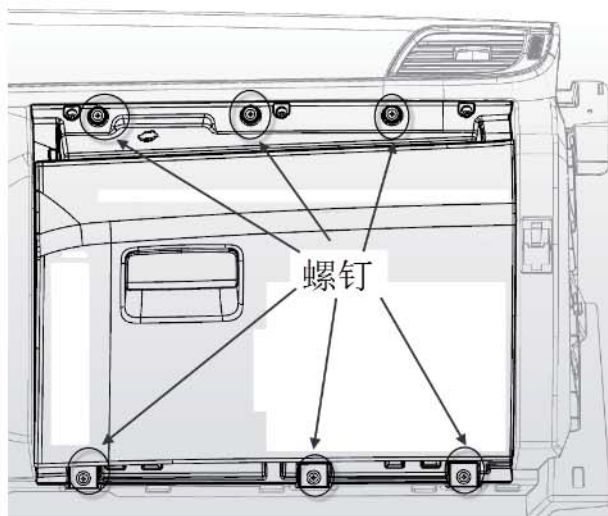

图 1-24 杂物箱总成示意图
- (1) 将杂物箱开启到极限；
- (2) 用十字螺丝刀拆卸下图 1-24 所示的 6 个螺钉；
- (3) 延朝向身体方向水平向内拉杂物箱，即完成杂物箱的拆卸。